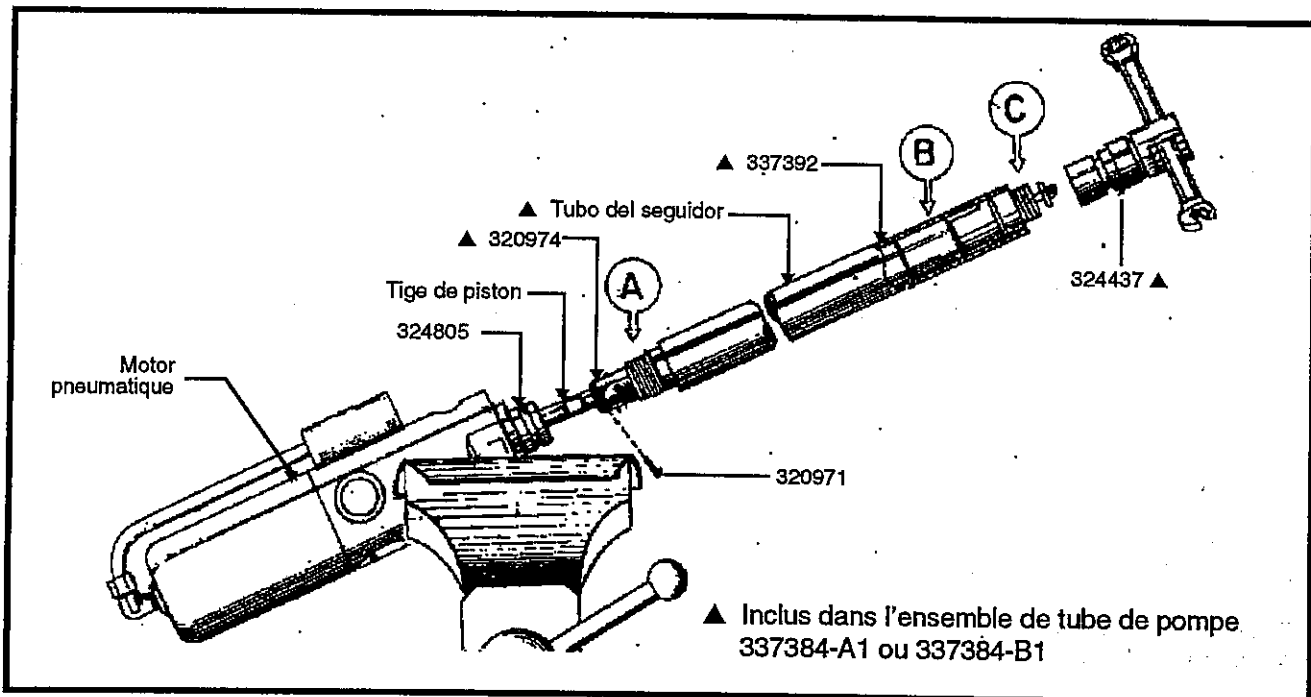

Figure 3 : Dégagement du moteur pneumatique de l'ensemble de tube 337384-A1 ou 337384-B1
Séparez le moteur pneumatique de l'ensemble de tube et tige de la façon indiquée ci-dessous : (Voir la Figure 3).
3. L'ensemble de tube et tige 337384-A1 se desserre à l'une de trois jonctions : (Voir la Figure 3).
- d. Dévissez la partie restante du tube de pompe 337392 ou 337392-2 de l'adaptateur 324805 pour mettre à découvert le raccord 320974. Tapez sur la goupille 320971 et faites-la sortir du raccord à l'aide d'un poinçon de diamètre approprié. Dévissez le raccord de la tige de piston du moteur pneumatique. **NE PERDEZ PAS LA GOUPILLE** (Voir la Figure 3).
- b. Tapez sur la goupille 320971 et faites-la sortir du raccord 320974 à l'aide d'un poinçon de diamètre approprié et dévissez le raccord de la tige de piston du moteur pneumatique. **NE PERDEZ PAS LA GOUPILLE** (Voir la Figure 3).
27. Le moteur pneumatique doit être placé dans un étau, comme l'indique la Figure 3, puis complètement réassemblé.